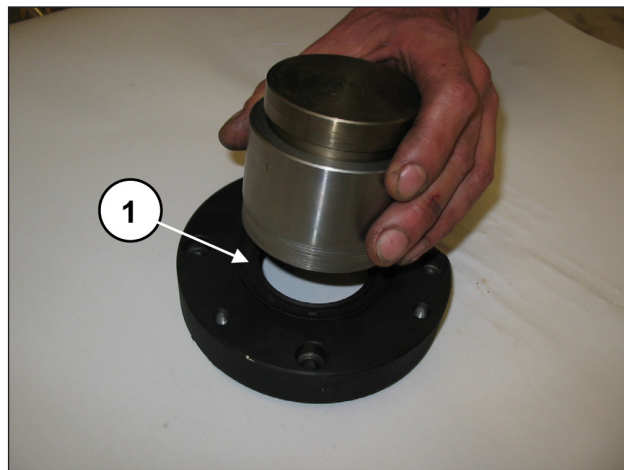

Fig. 63
Introducir la anilla de retención radial dentro de la tapa del cojinete PTO utilizando la herramienta cód. 27539500, (pos. ①, Fig. 63).